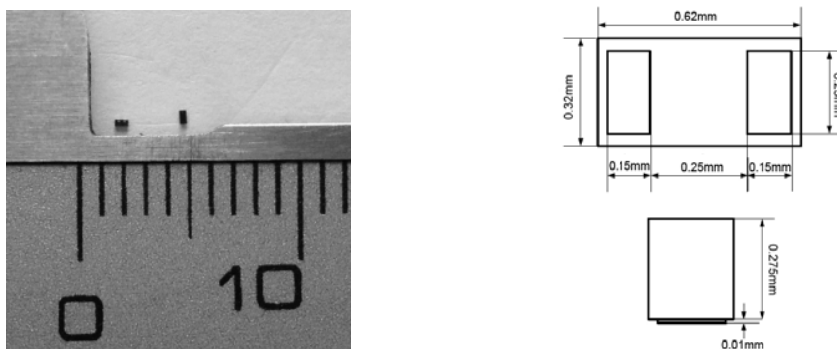

图 5 0201 实物图和封装图
6、封装。UM5051/UM5052 的封装为业界最小封装 0201，是智能手机和平板电脑最理想的保护方案选择。图 5 为实物图和封装图。